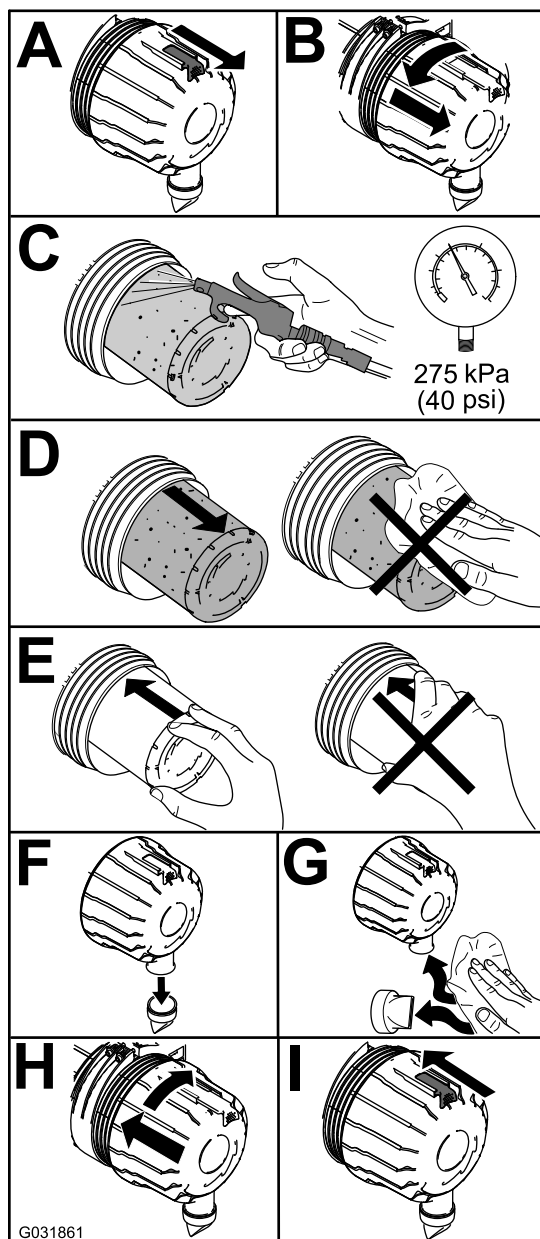

Figura 59
1. Cambie el limpiador de aire (Figura 59).